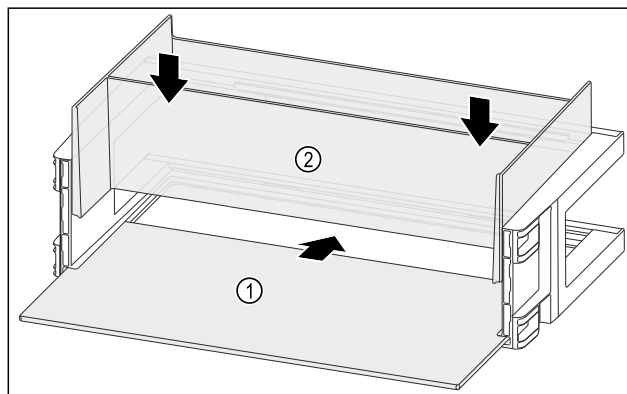

Fig. 98
- Wsunąć półkę Fig. 98 (1) w boczne wycięcia.
- Włożyć organizer Fig. 98 (2).